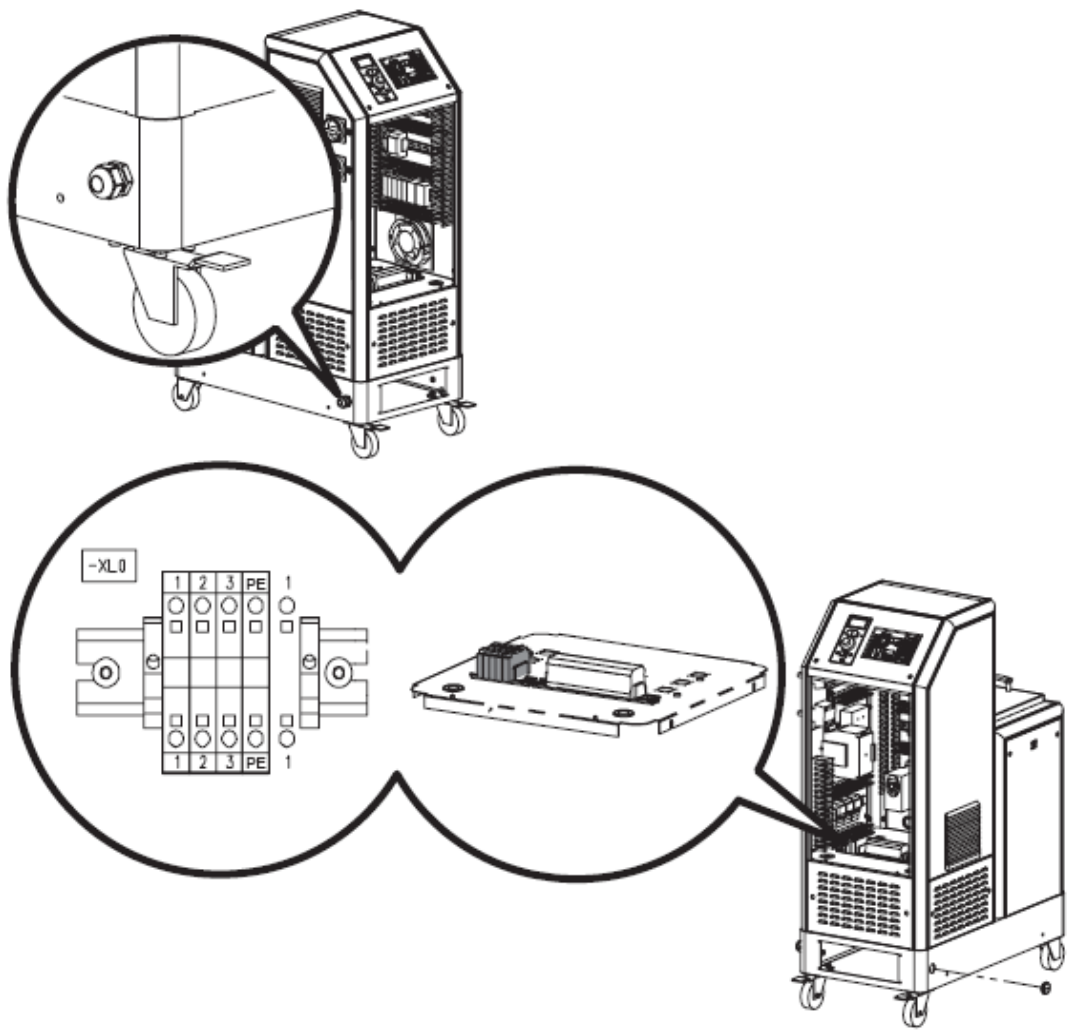

图 3-5 装置布线溢流冒口和接线板的位置
1. 参见图 3-5。将电力电缆穿过胶机底座侧面的溢流冒口然后引到电气箱内。
2. 将电力电缆连接到表 3-1 中给出装置接线端子，如图 3-5 所示。